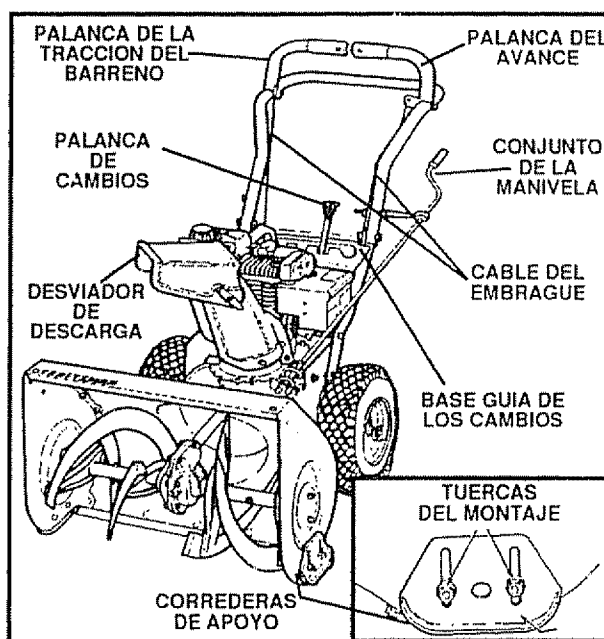

FIG. 2
- Este equipo cuenta con una corredera de apoyo (vea la Fig. 2) colocada en la parte exterior del alojamiento del barreno. Para ajustar la corredera de apoyo a condiciones diferentes, consulte la sección "Ajuste de la corredera de apoyo" en la página 19.